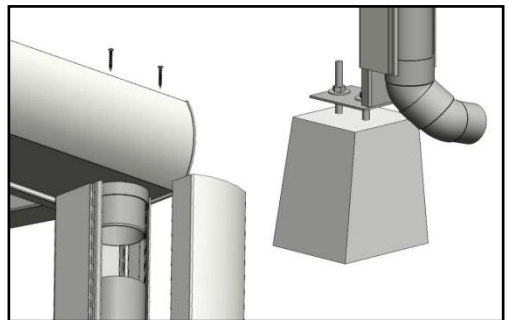

Abbildung 15, Anbringen der Regenrinne und der Abschlussleisten
27. Befestigen Sie an der Unterseite des Blattfängers eine Regenrinne aus PVC und achten Sie darauf, dass diese für den weiteren Verlauf weit genug unter der Bodenstütze endet (Abb. 15).
28. Haken Sie das Abschlussprofil in die Bodenstütze ein und verschrauben Sie dieses (in der Rinne) mit einer Senkkopfschraube 4,2x32 mm (Abb. 15).